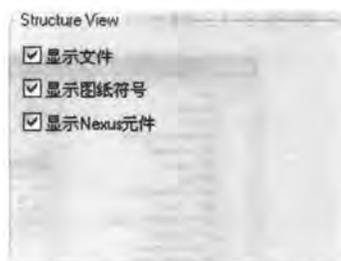

图 2-14 **【Structure View】** 选项组
3) **【Structure View】** 选项组 该选项组中有 3 个复选框, 如图 2-14 所示。